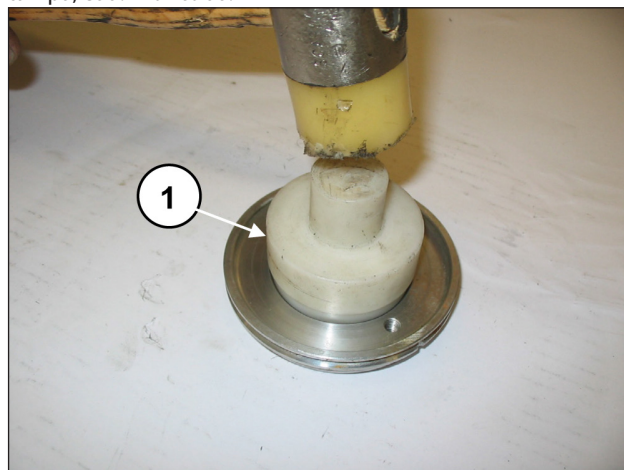

Fig. 94
Monte o anel de estanqueidade radial na cobertura da vedação do óleo (pos. ①, Fig. 94) mediante o uso de uma tampa, cód. 27910900.